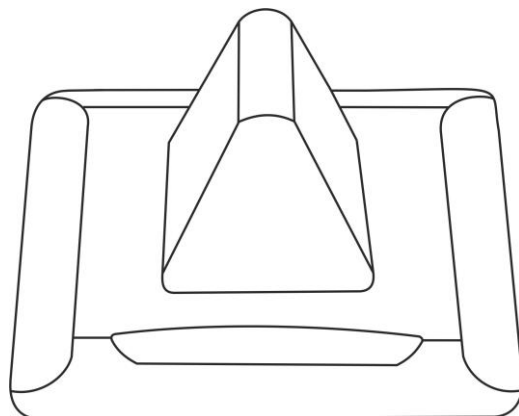

Рисунок 5.24. Сигнальная лампа МР-611W2
2. Сигнальная лампа МР-611W2 (рис.5.24). Сигнальная лампа имеет влагозащитность по группе IP54.